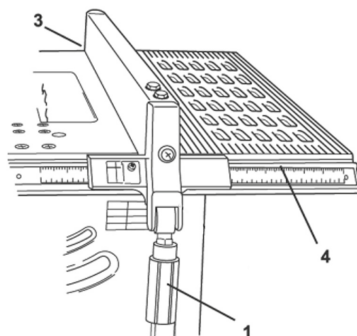

Fig. 5 – Instalación y fijación da la guía de corte
Para colocar la guía de corte en la mesa de la máquina, levante el puño (1) y encaje primero el enganche de la parte trasera (3) y después la parte del puño (1). Utilice el visor y la escala de la máquina (4) para encontrar el ancho del corte deseado. Para trabar la guía, mueva el puño (1) para abajo conforme la fig. 5 y para liberar, mueva el puño (1) para arriba.